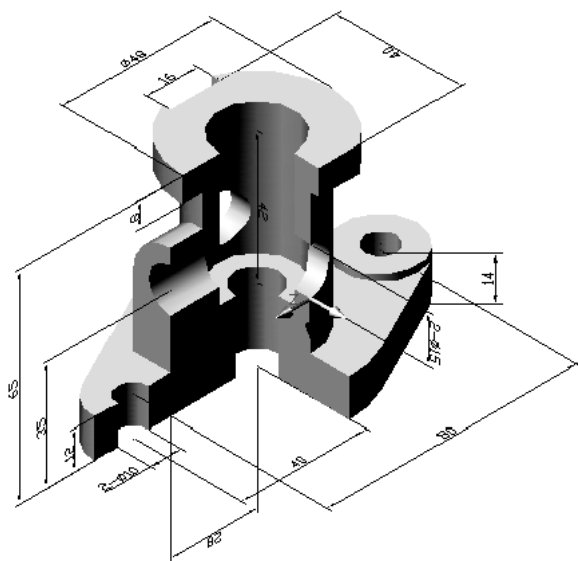

图 7-101
(52)单击【标注】工具栏上的 H 按钮，为图中所有的长度进行标注。标注长度后的效果如图 7-101 所示：